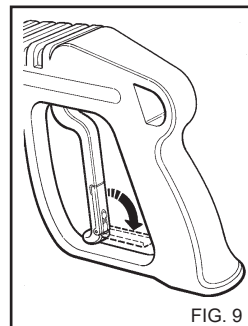

FIG. 9
- Cuando no utilice la hidrolimpiadora, cierre el dispositivo de seguridad de la empuñadura. (fig. 9).